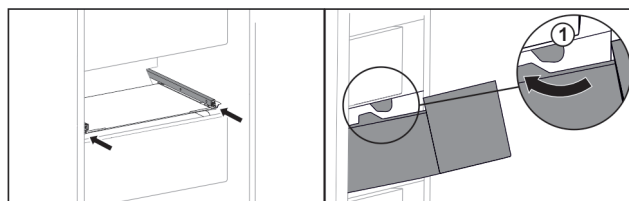

Fig. 149
- ▶ Vedte zásuvku podél zářezek Fig. 149 (1).